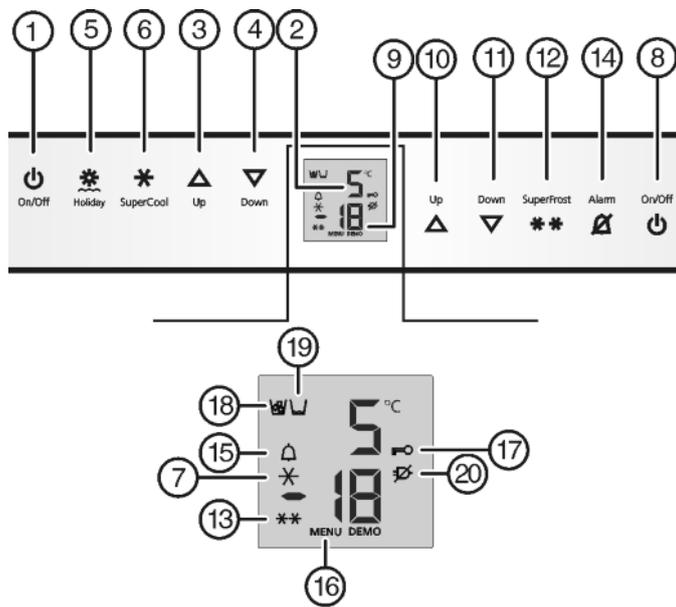

Fig. 2
- ▶ Taste On/Off Gefrierteil Fig. 2 (8) drücken.
- ▶ Taste On/Off Kühlteil Fig. 2 (1) drücken.
- ▷ Kühl- und BioFresh-Teil sind eingeschaltet: Temperaturanzeige Kühlteil Fig. 2 (2) leuchtet. Beim Öffnen der Kühlteiltür geht die Innenbeleuchtung an.
- ▶ Einstellmodus aktivieren: Taste SuperFrost Fig. 2 (12) ca. 5 s drücken.
- ▷ Das Symbol Menu Fig. 2 (16) leuchtet.
- ▶ Die Taste SuperFrost Fig. 2 (12) kurz drücken, um zu bestätigen.
- ▶ Zum Einschalten der Kindersicherung Taste SuperFrost Fig. 2 (12) kurz drücken.
- ▷ Das Symbol Kindersicherung Fig. 2 (17) leuchtet. In der Anzeige blinkt **c**.
- ▶ Zum Ausschalten der Kindersicherung Taste SuperFrost Fig. 2 (12) kurz drücken.
- ▷ Das Symbol Kindersicherung Fig. 2 (17) erlischt. In der Anzeige blinkt **c**.
- ▶ Einstellmodus deaktivieren: Taste On/Off Gefrierteil Fig. 2 (8) drücken.
- ▶ Taste Alarm *Fig. 2 (14)* drücken.
Gleichzeitig blinkt die Temperaturanzeige und das Symbol Alarm *Fig. 2 (15)*.
Der Tonwarner verstummt automatisch, das Symbol Alarm *Fig. 2 (15)* geht aus und die Temperaturanzeige hört auf zu blinken, wenn die Temperatur wieder ausreichend kalt ist.